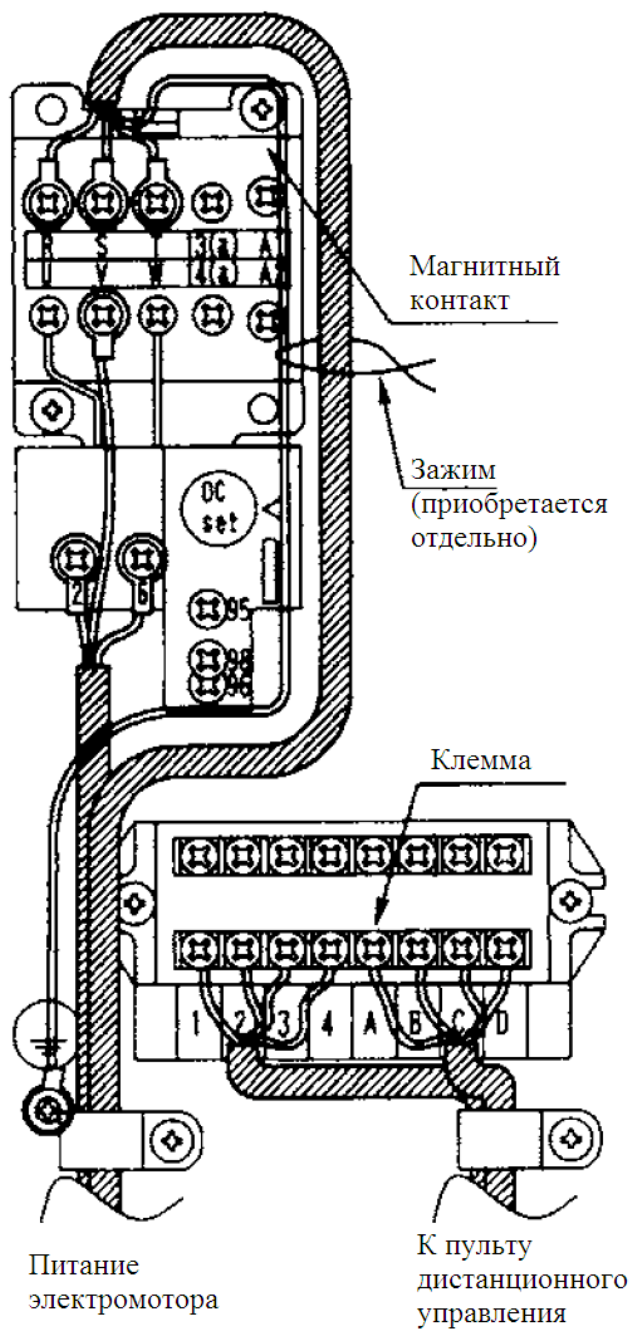

Рис. 13
- Подключите кабель питания электромотора в соответствии с Рис. 13. Кабель подключается к соответствующим клеммам магнитного контактора.
- Подключение кабелей, соединяющих блоки с пультом дистанционного управления, иллюстрирует Рис. 13. При этом следует руководствоваться указаниями инструкции, прилагаемой к пульту, и электрическими схемами, прилагаемыми к внутреннему блоку.